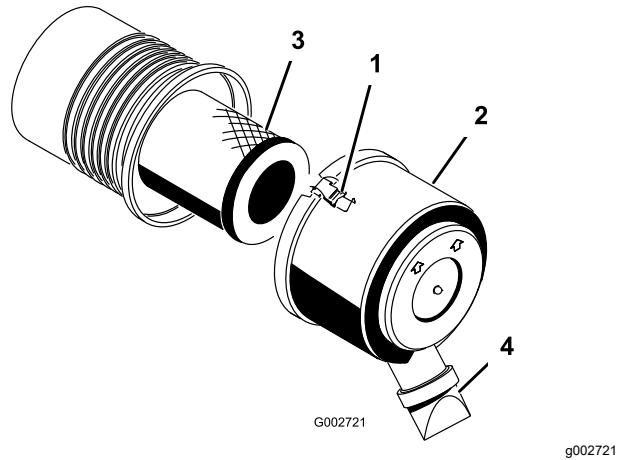

Рисунок 27
- Отпустите защелки, фиксирующие крышку воздухоочистителя на его корпусе (Рисунок 27).